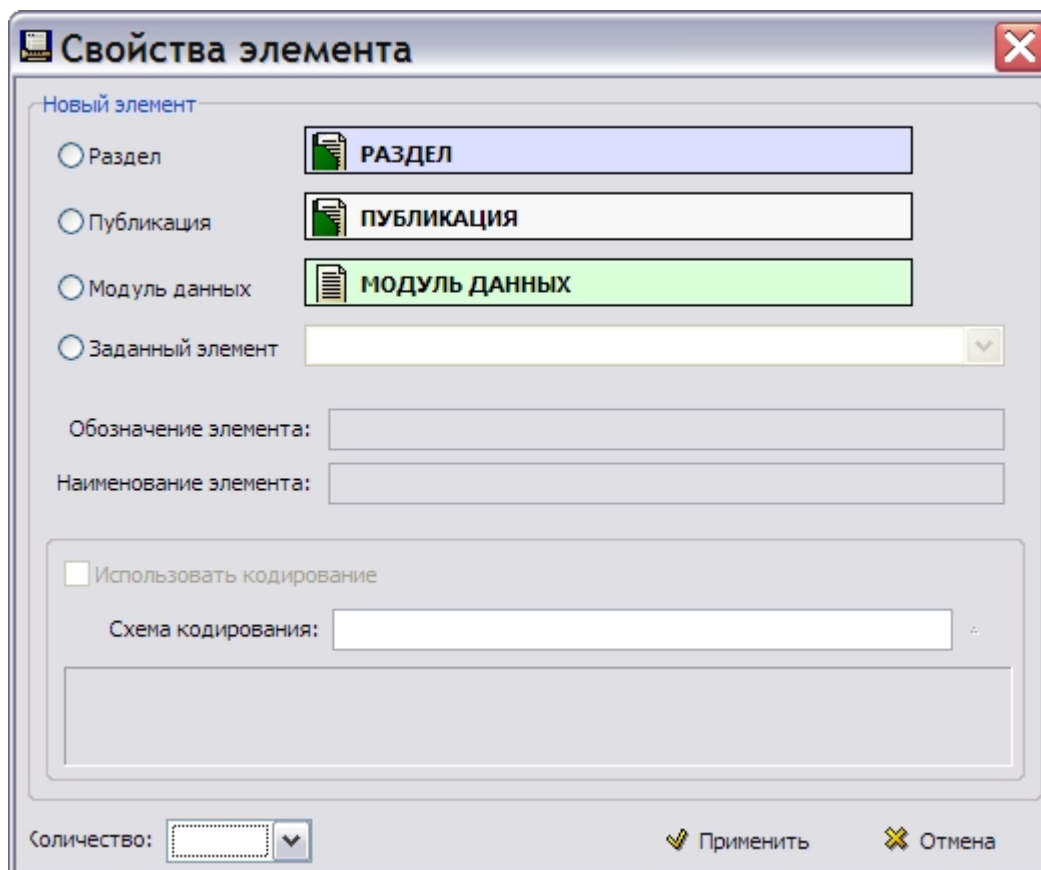

Рис. 4.15
2. На панели инструментов правого окна нажмите на кнопку **Добавить элемент**. После этого появится диалоговое окно **Свойства элемента** (Рис. 4.15).